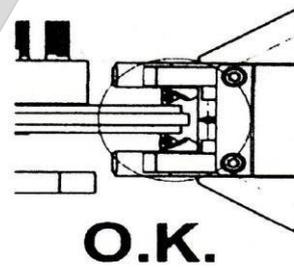

Рис.42
- 5-На рис. 42 показано правильное взаимное положение токарного блока и тормозного диска, на рис. 41 изображена неправильная установка.**